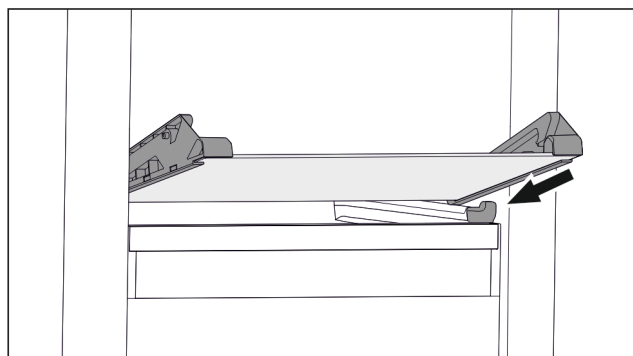

Fig. 64 Стеклопастына откидного выдвижного ящика
- ▶ Наклоняя вниз, установите стеклопастыну за стопоры. (см. Fig. 64)